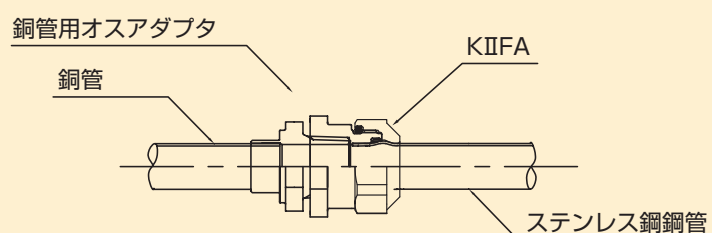
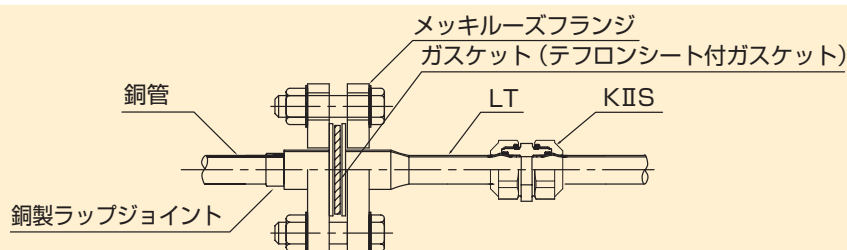

図2-10-3 銅管とのねじ接合
図2-10-4 銅管とのフランジ接合
(2) 銅管との接合方法
- ねじで直接接合するか、フランジで接合します(図2-10-3、図2-10-4)。